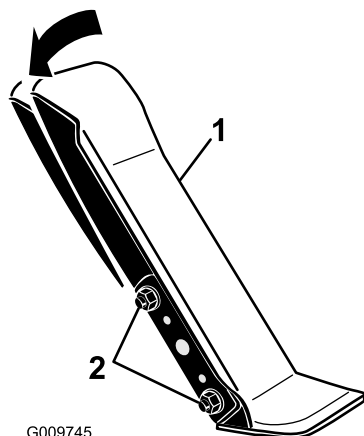

図 102
1. 走行ペダルの左側をブラケットに固定しているナットとボルト各2をゆるめる 図 102。
2. 走行ペダルを希望の角度に調整し、ナットで固定する 図 102。